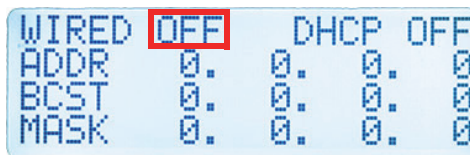

Figura 4-5 Menu DHCP
- Usare o pulsanti delle Freccie giù e su ( ) per modificare il valore come **OFF** (vedi Figura 4-5 a pagina 65).